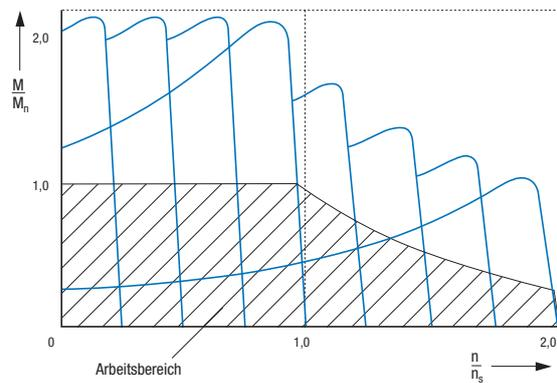

Abb. 4 Drehmomentenkennlinie von Asynchronmotoren mit Käfigläufer bei Frequenz-Spannungsstellung
- großer Drehzahlbereich bei minimalen Verlusten möglich (siehe Abb. 4)